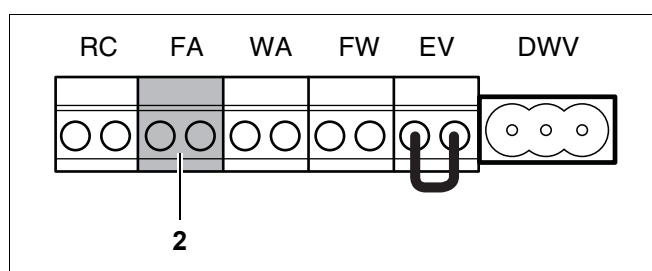

Рис. 31 Клеммник – датчик наружной температуры (цвет подключения синий)
- Подключить соответствующий датчик наружной температуры к синей клемме FA (рис. 31, **поз. 2**). Для этого следует использовать 2-жильный силовой кабель сечением 0,4 - 0,75 мм².